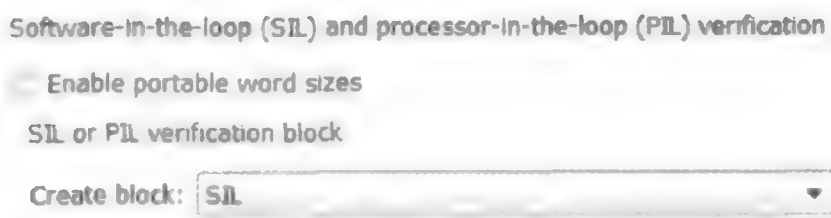

图 7.2.35 SIL 设置
(3) 生成 SIL 模块。在 Real-Time Workshop→SIL and PIL Verification 界面的 Create block 下拉列表,选择 SIL 选项,如图 7.2.35 所示。